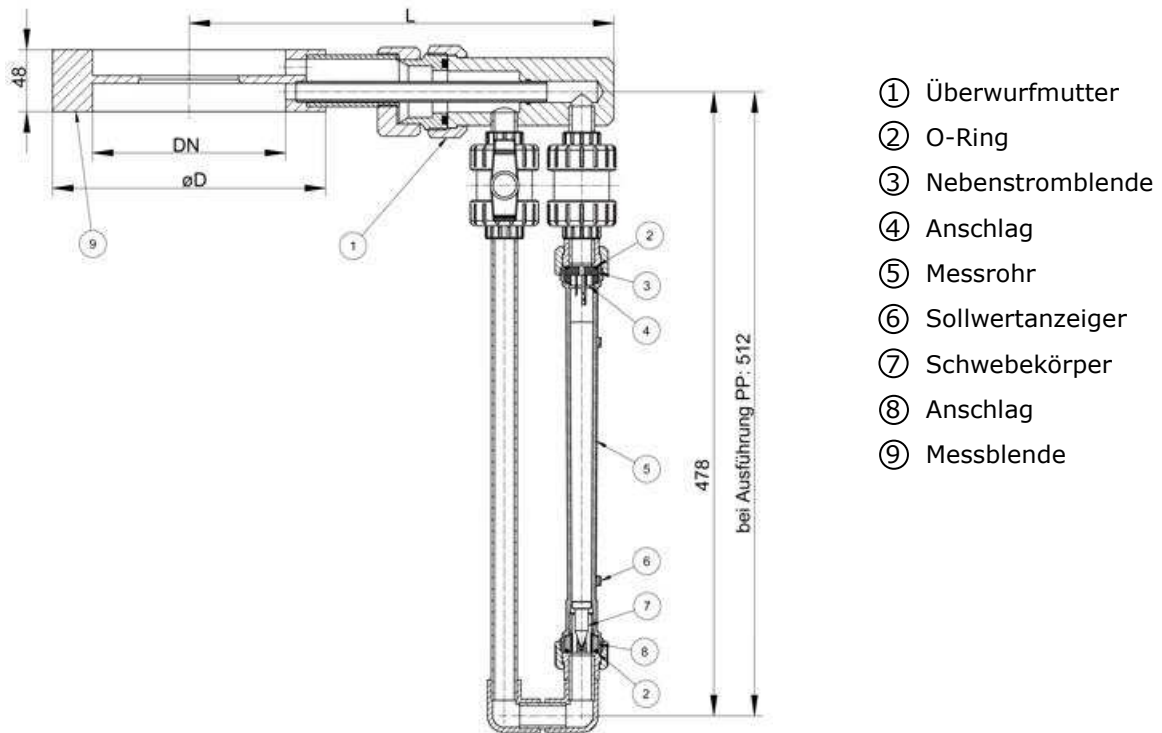

Abb. 4 FO N4, Maße in mm
Messblende ⑨ (s.Abb.4)	PVC / PP (optional Edelstahl W.-Nr. 1.4571)
Messrohr ⑤ (s.Abb.4)	Trogamid (bis max. 50°C), Polysulfon (bis max. 60°C)
Schwebekörper ⑦ (s.Abb.4)	Edelstahl W.-Nr. 1.4571, PVC
Anschläge ④ (s. Abb.4)	Polysulfon
Dichtung ② (s.Abb.4)	Perbunan (NBR)
Nebenstrom-Messblende ③ (s.Abb.4)	Edelstahl W.-Nr. 1.4571 (optional PVC)